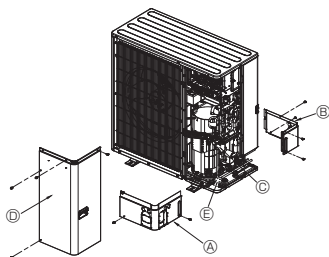

Fig. 4-3
4.3. Kylmäaineputkisto (Fig. 4-3)